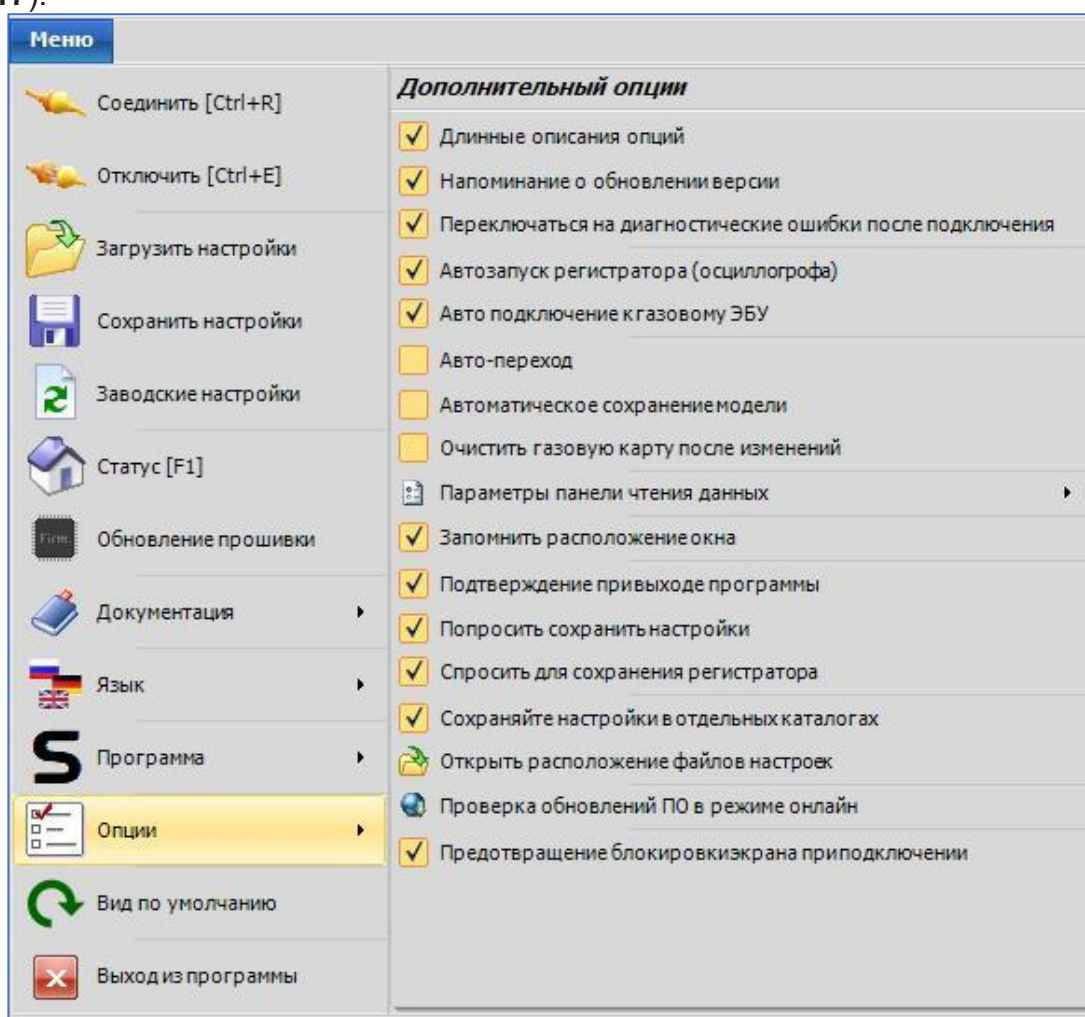

Рис. 2.17 Подменю «Опции» с дополнительными опциями программы
- «**Опции**» – выпадающий список с дополнительными опциями программы (Рис. 2.17).